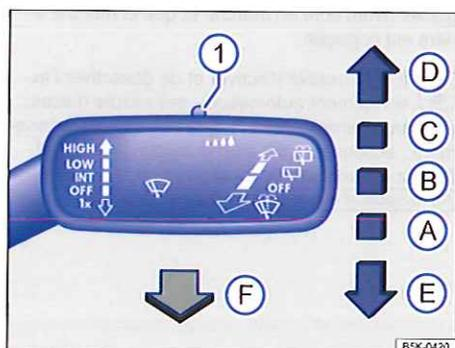

Fig. 90 À droite sur la colonne de direction : commande de l'essuie-glace avant
- Poussez brièvement le levier d'essuie-glace vers le bas  $\Rightarrow$  fig. 90